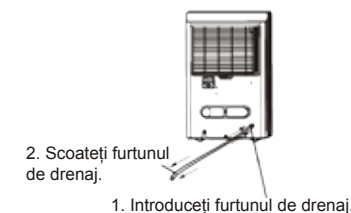

Fig. 13
- Apăsăți ieșirea furtunului de evacuare a pompei și scoateți furtunul de evacuare a pompei (vezi Fig. 13). Asigurați-vă că nu lăsa apă să picure la furtunul pompei pe podea.